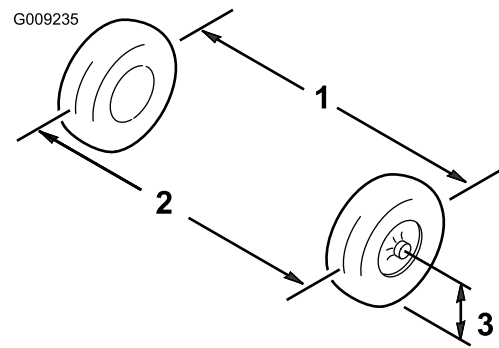

Figura 48
1. Misurate la distanza tra i pneumatici anteriori all'altezza dell'assale, davanti e dietro le ruote (Figura 48).